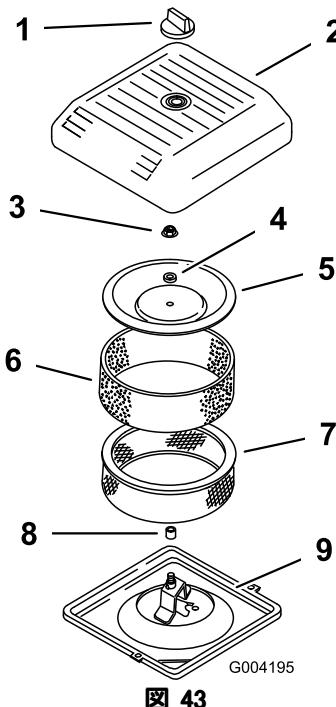

図 43
3. エア・クリーナのカバーを固定しているノブを外し、カバーを取り出す(図 43)。
4. ペーパー・エレメントについているスポンジ・エレメントを注意深く外す(図 43)。
5. カバー・ナットを外し、カバー、スペーサ、ペーパー・エレメントを外す(図 43)。
2. エア・クリーナのベースにエア・クリーナ・アセンブリを取り付ける(図 43)。
3. カバーとスペーサを元どおりに取り付け、ナットで固定する(図 43)。ナットを 95inch-lb (1.0kg.m) にトルク締めする。
4. エア・クリーナのカバーを取り付け、ノブで固定する(図 43)。